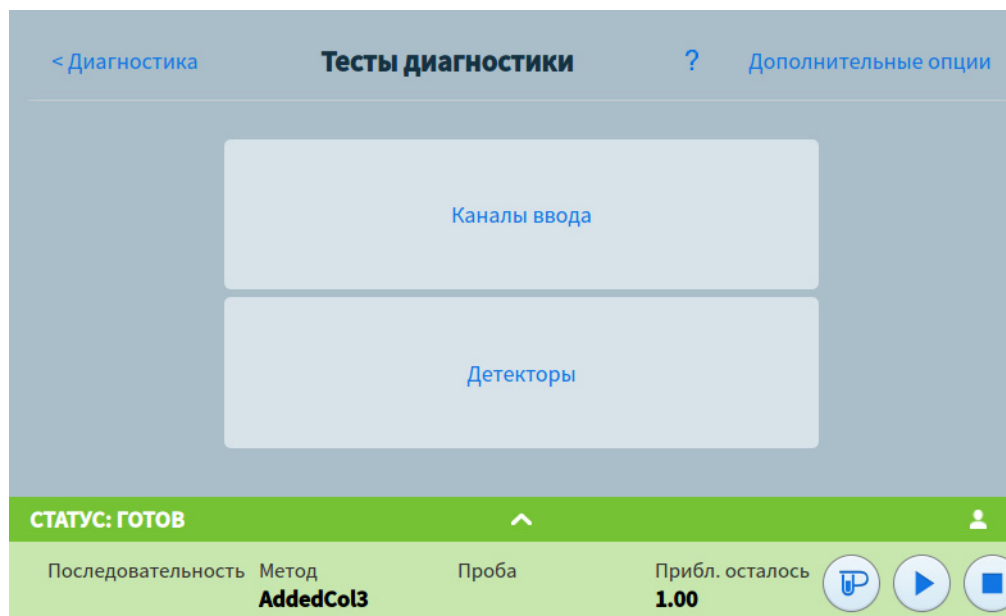

Рис. 28. Страница тестов диагностики
- 2 Выберите элемент **Тесты диагностики**. Откроется страница диагностических проверок. См. **Рис. 28**.